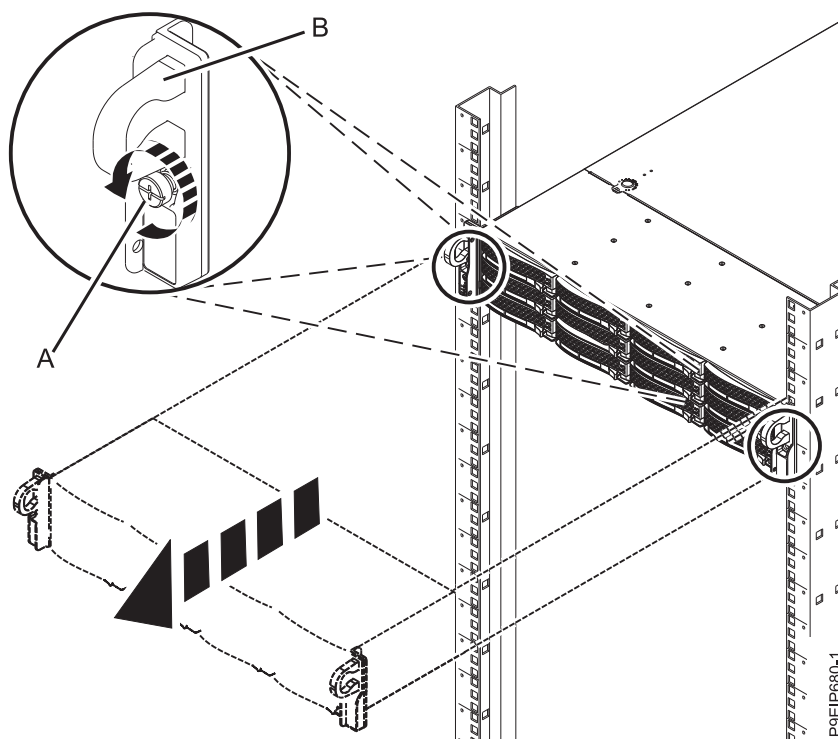

Figure 69. Retrait des vis avant et retrait du système de l'armoire
1. Serrez les vis avant (A) qui servent à fixer le système à l'armoire des deux côtés du système, comme indiqué dans la figure 69.